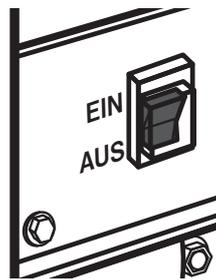

Abb. 7
**HINWEIS:** Der Ein-/Ausschalter (11) ist mit einer Gummi-Schutzkappe gegen Staub und Verschmutzungen geschützt. Nehmen Sie diese Kappe nicht ab (Abb. 7).